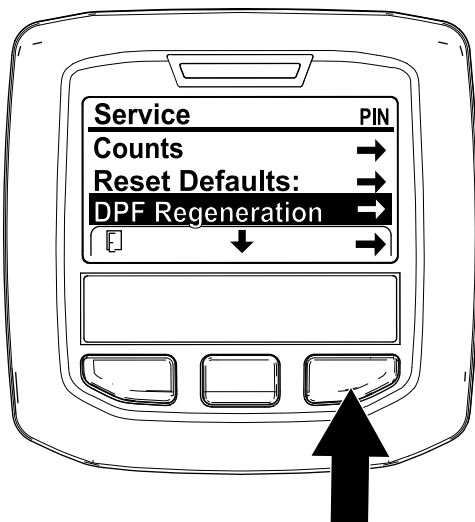

Bild 43
1. Navigieren Sie auf das Menü „Service“ und drücken Sie die mittlere Taste, um auf die Option DPF REGENERATION zu navigieren (Bild 43).
2. Drücken Sie die rechte Taste, um den Eintrag „DPF Regeneration“ auszuwählen (Bild 43).